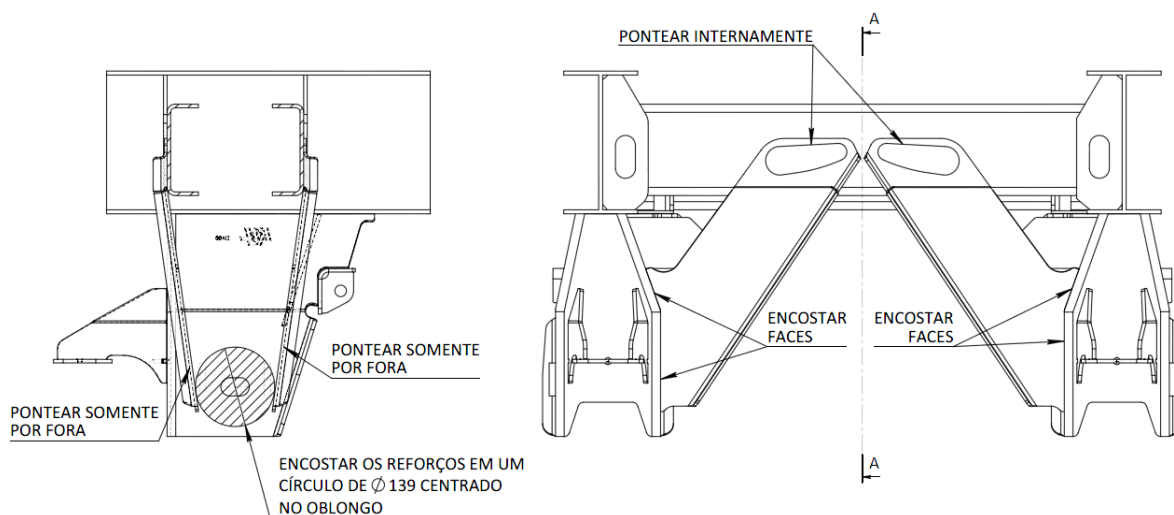

Figura 05: Ponteamento dos reforços do suporte frontal
3. Adicione os reforços de ligação entre o suporte frontal e a travessa da base. Ponteie apenas nos oblongos e na face de contato com o frontal, onde o reforço será soldado (figura 05).